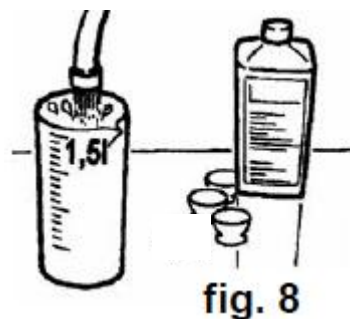

fig. 8
- ④ ガーニッシングノズル（黒）を洗浄ノズル（白）に付け替えます。取り外したガーニッシングノズルは 40～50℃ の流水で洗浄してください。
- ⑤ 外部容器に 40～50℃ のぬるま湯を 1.5L 注ぎ、洗浄消毒液を 30ml 投入します。（fig.8）